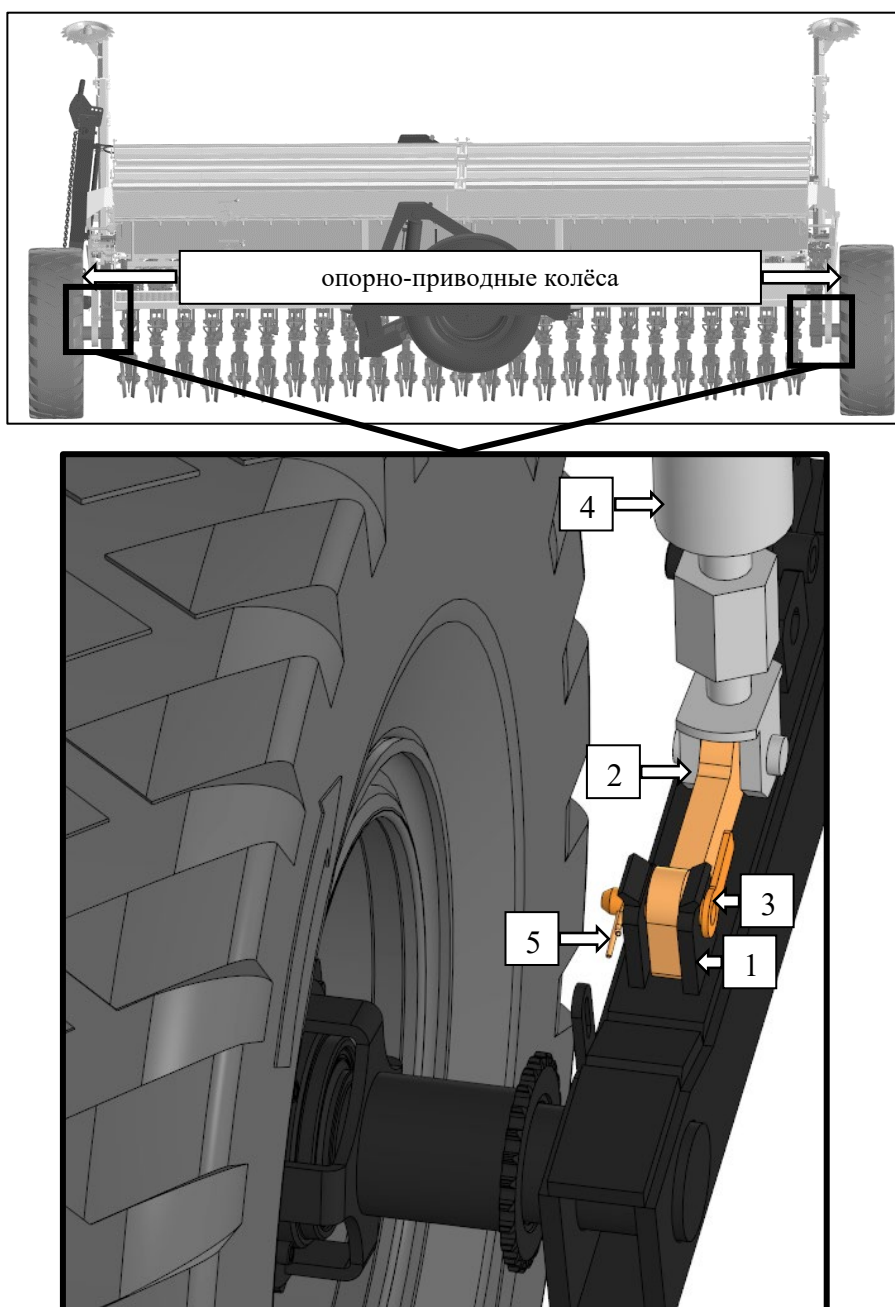

Рисунок 6 – Механизм подъёма и опускания сошников:
1. Перевести в транспортное положение механизмы опорно-приводных колёс сеялки, рис. 6. Для начала этой процедуры необходимо полностью поднять сошники. После этого необходимо соединить проушину балки опорно-приводного колеса (1) с рычагом гидроцилиндра (2) при помощи фиксатора (3), рис. 6.